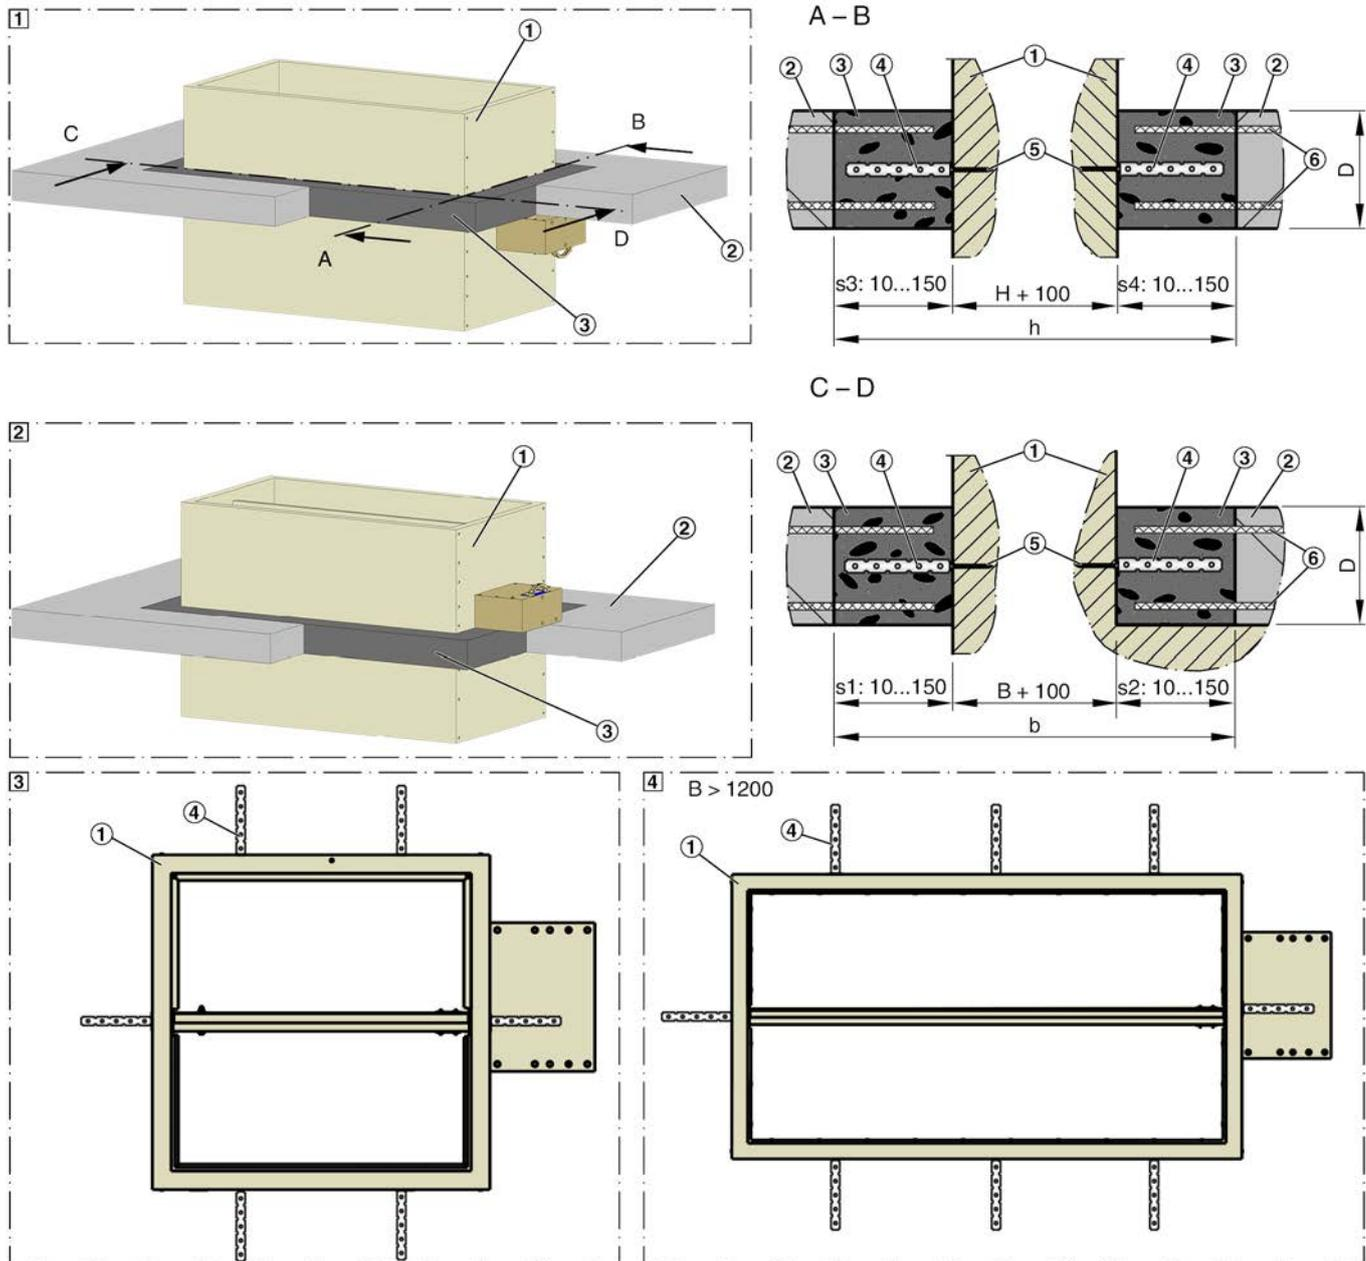

Fig. 15: Montage à base de mortier dans une dalle de plafond plein, indice de classement : h_{ow}
1. ▶ Créer une ouverture de montage conformément à Voir la Fig. 15 .